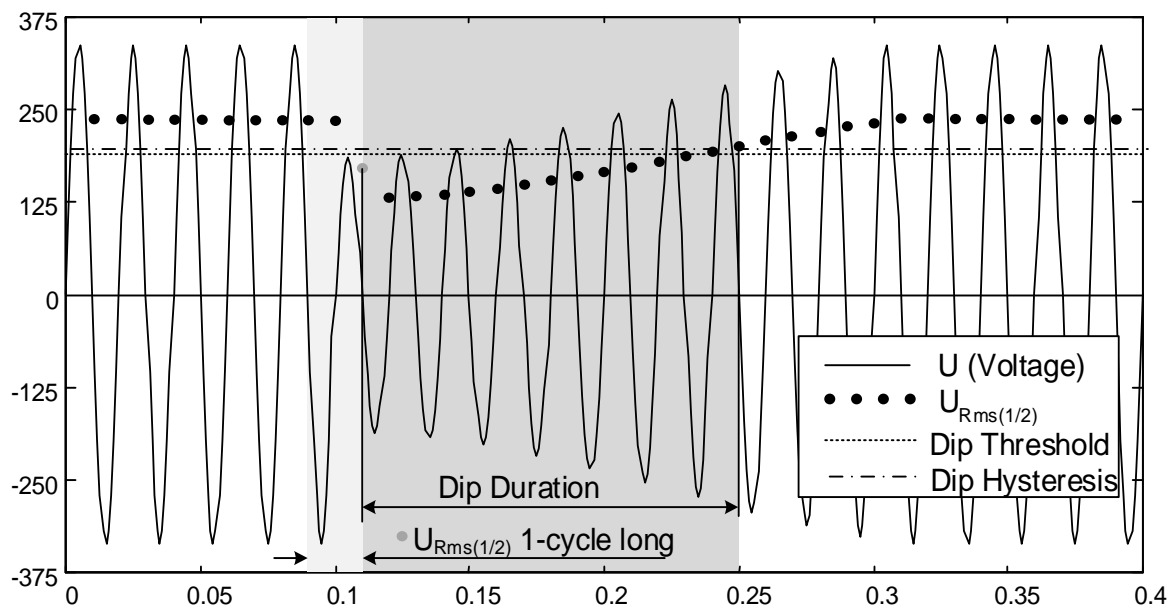
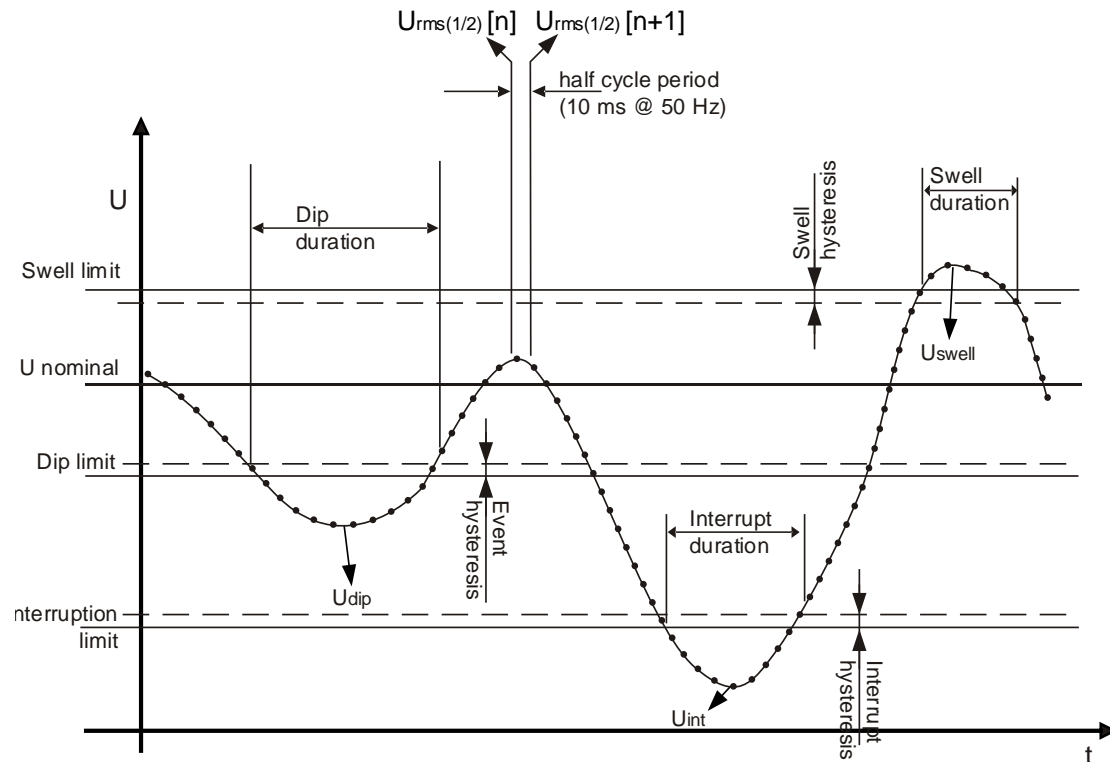

Abbildung 5.9: $U_{Rms(1/2)}$ 1-Zyklus Messung
Abbildung 5.10: Definition der Spannungsereignisse
- Auf Einphasensystemen (Anschlussart: 1W), ein Spannungseinbruch, wenn die Spannung $U_{Rms(1/2)}$ unter den Schwellenwert für den Spannungseinbruch fällt und endet, wenn die $U_{Rms(1/2)}$ -Spannung gleich oder größer als der Schwellenwert für den Spannungseinbruch plus der Hysterese Spannung ist (siehe *Abbildung 5.10: und* *Abbildung 5.9*).
- Auf Einphasensystemen (Anschlussart: 1W), ein Spannungsüberhöhung beginnt, wenn die Spannung $U_{Rms(1/2)}$ über den Schwellenwert für die Spannungsüberhöhung steigt und endet, wenn die $U_{Rms(1/2)}$ -Spannung gleich oder unter den Schwellenwert für den Spannungserhöhung plus der Hysterese Spannung fällt (siehe Abbildung 5.10: und Abbildung 5.9).
- Bei Einphasensystemen (1W), beginnt eine Spannungsunterbrechung, wenn die Spannung $U_{Rms(1/2)}$ unter den Schwellenwert für die Spannungsunterbrechung fällt und endet, wenn die $U_{Rms(1/2)}$ -Spannung gleich oder größer als der Schwellenwert für die Spannungsunterbrechung plus der Hysterese Spannung ist (siehe *Abbildung 5.10: und Abbildung 5.9*).